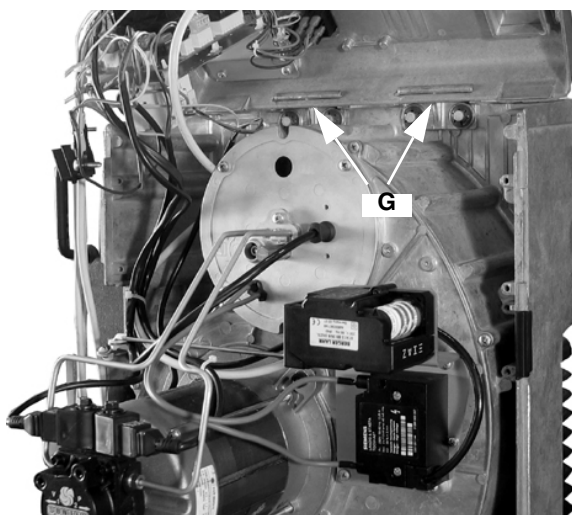

Fig. 39
- 4 Enganche el cuadro al cuerpo del quemador con los soportes G, tal como se muestra en la Fig. 39.